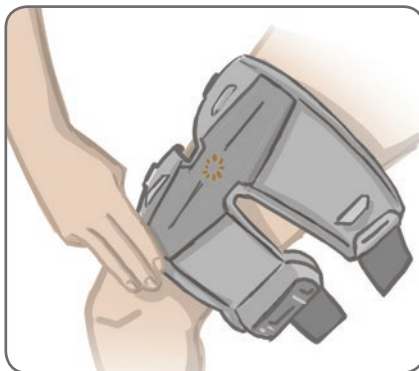

Ilustración 6-15: Posición correcta del localizador de la banda de EF del muslo (se muestra la posición en el cuádriceps)
3. Sitúe el localizador de la banda de EF del muslo (una marca táctil) en la línea central del muslo, aproximadamente a tres dedos de la rodilla. Consulte la ilustración 6-15. Asegúrese de colocar la banda de EF del muslo en la posición de ajuste determinada por el especialista.